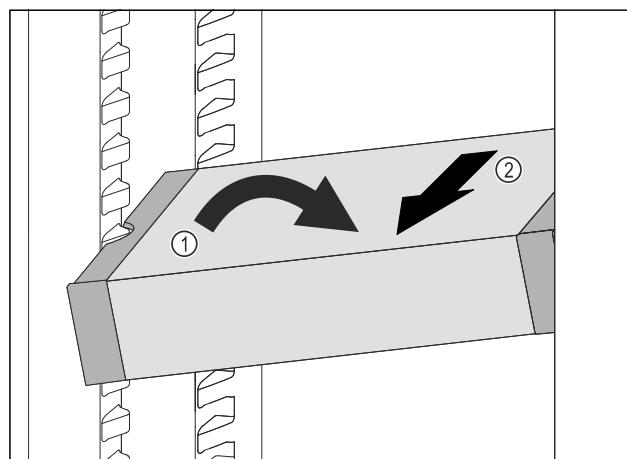

Fig. 79
- VarioSafe postavte v chladničce šikmo. Fig. 79 (1)
- VarioSafe odeberte směrem dopředu. Fig. 79 (2)